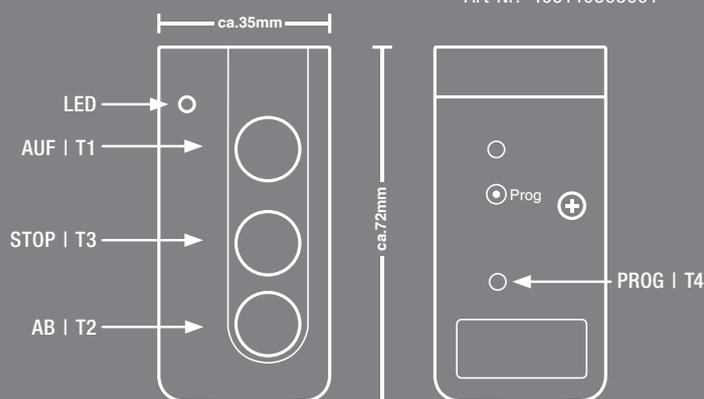

Abb. 1
Mit der AUF|T1-Taste (s. Abb. 1) kann der Verbraucher eingeschaltet werden (z.B. Rollläden auffahren) und mit der AB|T2-Taste (s. Abb. 1) abgefahren werden. Mit der STOP|T3-Taste (s. Abb. 1) kann das Auf- oder Abfahren jederzeit gestoppt werden. In der Praxis bedeutet dies z.B. das Abfahren des Rollladens mit der T2-Taste und ein Stoppen dieses Abfahrens mit der T1- oder T3-Taste. Umgekehrt wird der Rollladen mit der T1-Taste aufgefahren. Dieses Auffahren kann mit der T2- oder T3-Taste jederzeit gestoppt werden. Der HS-1 RIO besitzt die Funktion eines Mastersenders.
- Am HS-1 RIO wird nun die AUF|T1-Taste (s. Abb. 1) betätigt und gehalten, bis der einsetzende Dauerton erlischt. Dies dient zur Bestätigung, dass die Kommunikation zwischen Sender und Empfänger gewährleistet ist. Taste loslassen.
- Drücken Sie innerhalb von ca. 2 Sek. die AUF|T1-Taste (s. Abb. 1) am Mastersender. Der Empfänger befindet sich nun für ca. 16 Sek. im Lernmodus. Innerhalb dieser Zeit erklingt ein gleichmäßiger Signalton.
- Währenddessen drücken und halten Sie die AUF|T1-Taste (s. Abb. 1) am neu einzulernenden Sender; ein kurzer Signalton (ca. 1 Sek.) bestätigt Ihnen die korrekte Programmierung. Taste loslassen.
- Drücken Sie **innerhalb von ca. 2 Sek.** die AB|T2-Taste (s. Abb. 1) am Mastersender. Der Empfänger befindet sich nun für ca. 16 Sek. im Löschmodus. Innerhalb dieser Zeit erklingt ein schneller Signalton.
- Währenddessen drücken und halten Sie die AUF|T1-Taste (s. Abb. 1) am zu löschenden Sender; ein kurzer Signalton (ca. 1 Sek.) bestätigt Ihnen die korrekte Löschung. Taste loslassen.
- Währenddessen drücken Sie die AB|T2-Taste (s. Abb. 1) am Mastersender; ein kurzer Signalton (ca. 1 Sek.) bestätigt die korrekte Funktionsumkehr. Nun bitte die Laufrichtung überprüfen. Falls die Laufrichtung nicht korrekt ist, die ersten beiden Schritte wiederholen, daraufhin die AUF|T1-Taste (s. Abb. 1) drücken. Die Schaltausgänge zu dem Verbraucher sind nun vertauscht. Die Dreh- oder Laufrichtung wurde geändert.